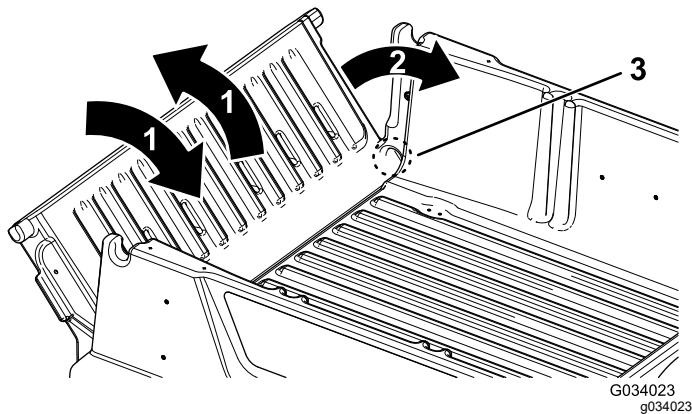

Figura 19
2. Rotii oblonul spate într-o poziție de aproximativ 45° (Figura 19).
3. Efectuai o micare scurtă, de scuturare, pentru a roti oblonul spate înainte și înapoi de câteva ori (Figura 19).